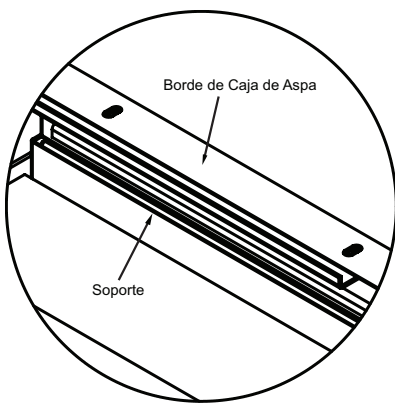
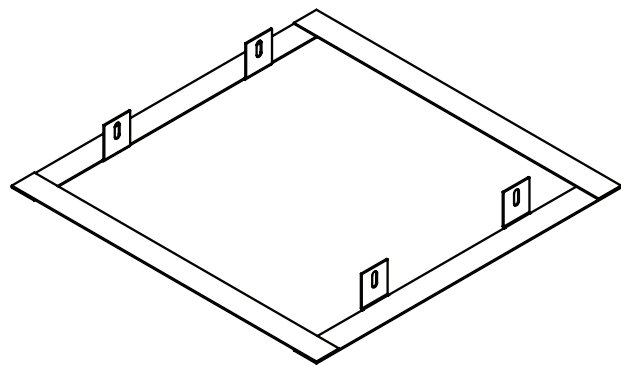

Figura 3
Figura 4
4. Una vez que la compuerta se encuentra asegurada a la caja del aspa, sujete los soportes de montura suministrados. Ubica los soportes debajo de las ranuras de montura de la compuerta o debajo de la ranura de la caja del aspa. Ubique la ranura para que sea alineada a los huecos en la caja del aspa y/o los huecos en los bordes de montaje de la compuerta (Ver Figura 3). Los soportes pueden ser ajustados para encajar entre los soportes de la compuerta. Una vez que los soportes se encuentren ajustados, sujételos del borde de la caja del aspa utilizando cuatro tornillos y tuercas #10-32 suministrado. Se requiere un mínimo de 2 sujetadores por lado.
5. Sujete los soportes a los soporte de compuerta con tornillos de madera largos #8 de al menos 2" (51) en un lugar mínimo por soporte. Asegúrese que la parte inferior de la compuerta/aspa estará junta a la parte inferior del yeso una vez se encuentre instalada. Ubique la compuerta/aspa en función de la presencia de una canal resistente y el grosor del yeso. Por favor, refiérase al diseño UL apropiado piso/techo o piso/tejado para referencias.
6. Una vez que el yeso se encuentre en su lugar, instale el montaje de apoyo del cartón piedra (ver figura 4) al soporte de la compuerta utilizando tornillos de rosca #8 suministrados en mínimo 4 lugares. El montaje de apoyo al cartón piedra deberá ser instalado cerca de la parte inferior del yeso, de manera que el yeso descansa en el montaje de apoyo del cartón piedra.